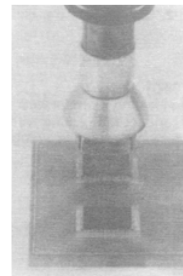

Рис.5.4.2
- Равномерно нагрейте все выводы (рис. 5.4.2).